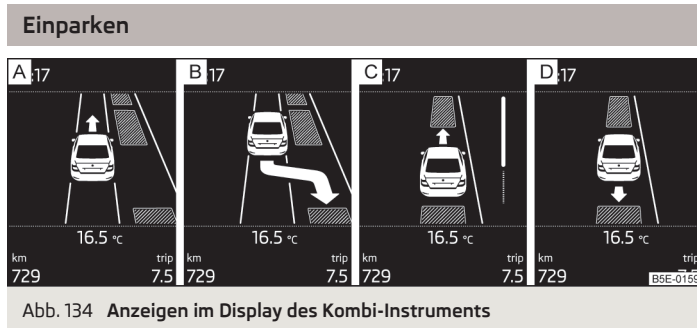

Abb. 134 Anzeigen im Display des Kombi-Instruments
Wenn das System eine geeignete Parklücke erkannt hat, wird diese Parklücke im Display angezeigt **» Abb. 134 - A**.
- »** Noch weiter vorfahren, bis im Display die Anzeige erscheint **» Abb. 134 - B**.
- »** Wenn im Display der Pfeil nach vorn blinkt **» Abb. 134 - C**, dann den 1. Gang einlegen bzw. den Wählhebel in Stellung **D** stellen.
- »** Wenn im Display der Pfeil nach hinten blinkt **» Abb. 134 - D**, dann erneut den Rückwärtsgang einlegen bzw. den Wählhebel in Stellung **R** stellen.